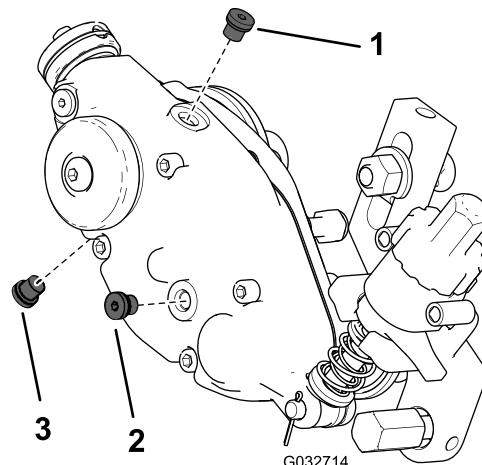

図 22
- ハウジングの下にあるドレンプラグを抜く図 22。
- ハウジングの側面にあるオイル量点検プラグを抜いてオイルを抜けやすくする図 22。
- ハウジングの上部にある補給プラグを抜く図 22。